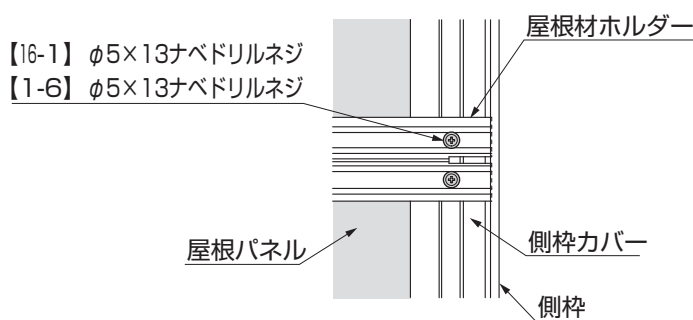

図5-9
- 側枠カバー側のネジだけを固定して、反対側は次の屋根パネルとアーチカバーを取付けた後で固定してください。(図5-9参照)